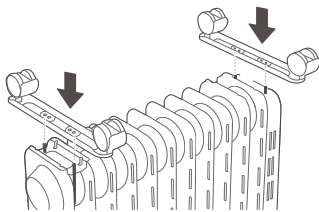

Abbildung 1
2. Stecken Sie die Löcher der beiden Rollensätze auf die Schrauben, die sich jeweils an der linken und rechten Unterseite des Radiators befinden – links an der Rollensatzauflageplatte am Ende der Rippe und rechts am Steuerkasten (siehe Abbildung 1).